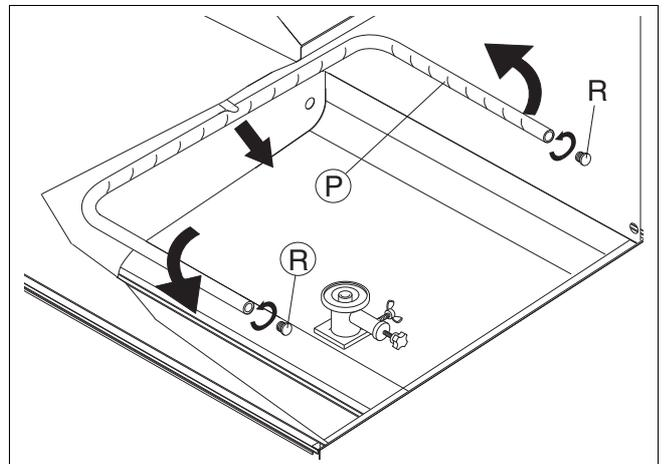

Abbildung 27 Ausbau der festen Wascharme
- Die Düse "P" (Abbildung 27) durch Drehen im Uhrzeigersinn und Herausziehen entfernen.
- Die Stopfen "R" (Abbildung 27) aus den seitlichen Düsen ausschrauben.